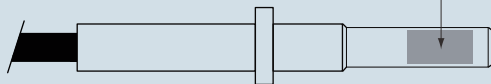

Abb. 3 - Crimpbereich Kontakt/Faser Buchse
- Für den Buchsenstift: Rückwärtiges Ende des Kontakts abschrauben, Innenteil herausnehmen, in Abbildung 3 ist der Crimpbereich markiert (Vorderseite des Kontakts). Für den Kontaktstift: Vorderes Ende des Kontakts crimpsen.